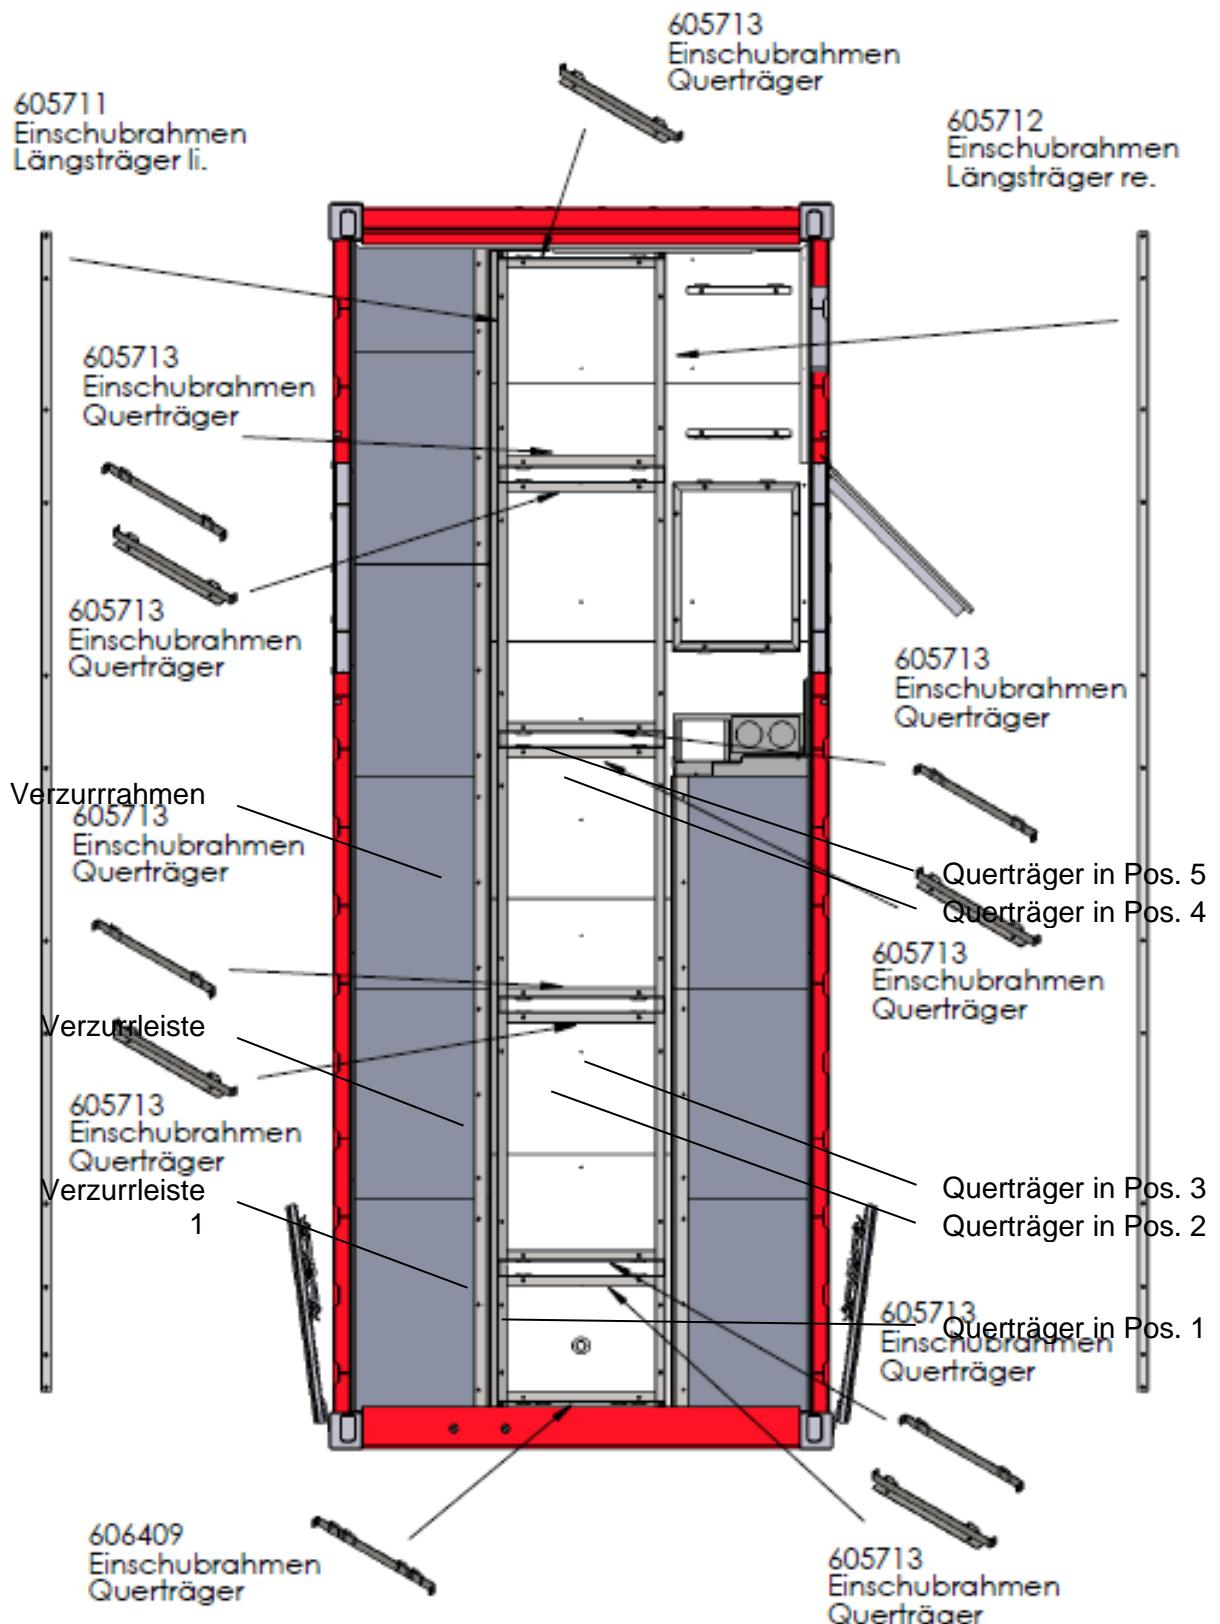

Abb. 1: Verzurrprofile im Sterilgut-Lagercontainer (Bereich Seitentür siehe Abb. 17:)
- ◆ Montieren Sie den ersten (hintersten) Querträger (siehe Abb. 1:).